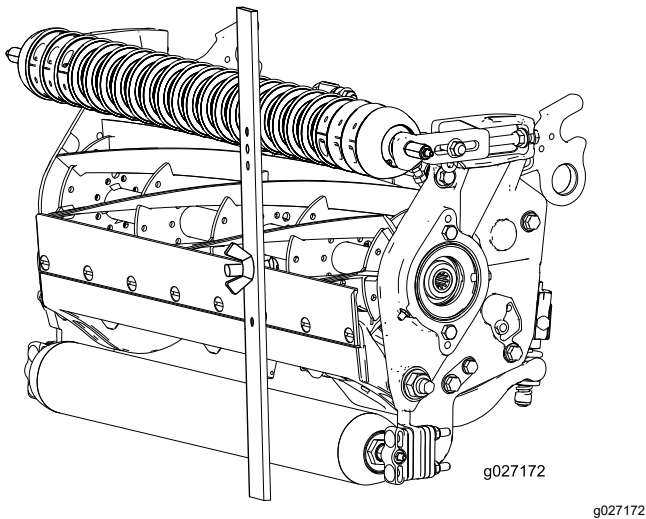

図 16
4. ゲージバーのねじの頭を下刃の先端に引っかけ、バーの後端を後ローラに当てがう図 16。
5. バーの前端がローラに当たるように、調整ねじで調整する図 16。